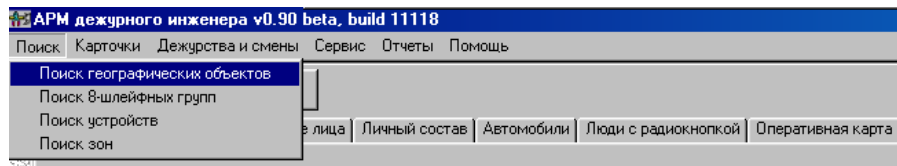

Рисунок 46
4.6.2 Для поиска требуемой карточки (списка карточек) по охраняемым объектам, зонам, группам, приборам, нужно воспользоваться пунктом меню главного окна программы АРМ ДИ «Поиск», рисунок 46: